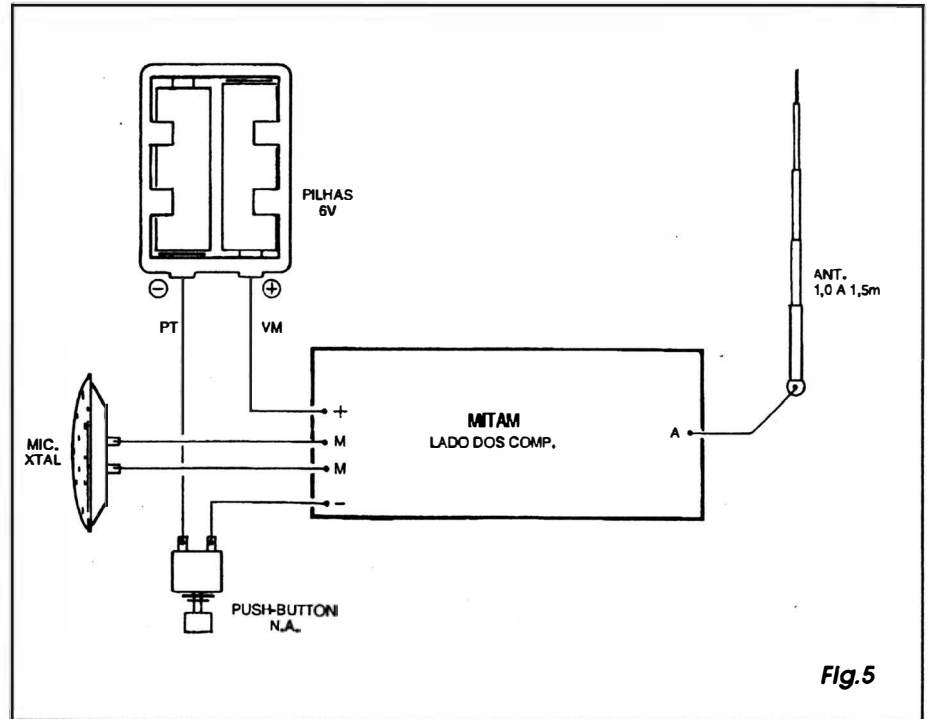

Fig.5
- **FIG. 5 - CONEXÕES EXTERNAS À PLACA** - Com o impresso ainda observado pela sua face não cobreada (como na figura anterior...), a ênfase agora é direcionada para as ligações *da placa para fora*... O ponto que merece maior dose de atenção é o referente à polaridade dos cabinhos vindos do suporte de pilhas, sempre lembrando que o fio **vermelho** indica o **positivo (+)** e o fio **preto** o **negativo (-)**... O interruptor de pressão N.A. deve ser intercalado no fio do **negativo (preto)**, de forma pouco convencional (normalmente o interruptor é colocado no ramo *positivo* da alimentação...), adotada para diminuir as possibilidades de interferência pela proximidade da mão do operador (o interruptor permanentemente *aterrado*, em um dos seus terminais, permite reduzir os efeitos da capacitância criada por tal proximi-